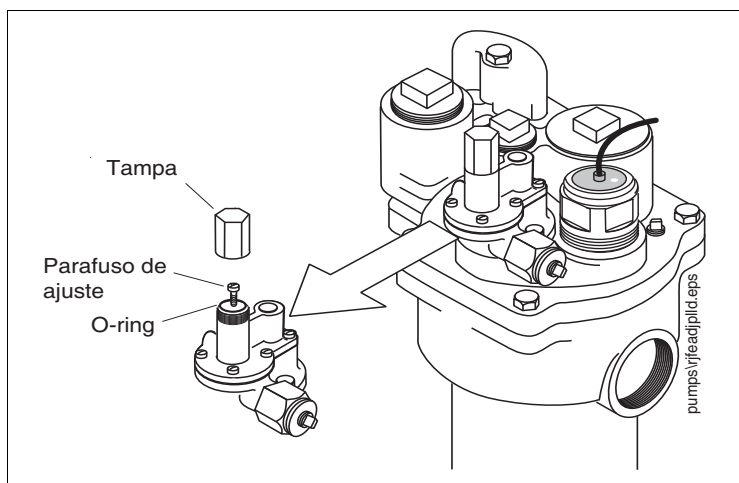

Figura 25. Conjunto de válvula ajustável ao pressostato (bomba padrão Red Jacket exibida)
- Desrosqueie a tampa de proteção do parafuso de ajuste (Figura 25).